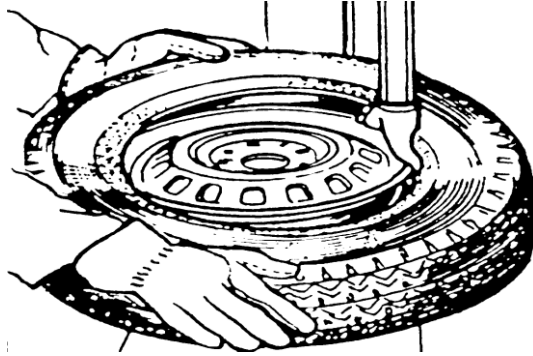

Рисунок 7
6.4.3 Двигайте шину так, чтобы борт проходил под передней частью монтажной головки и устанавливался напротив края задней части монтажной головки (рисунок 7).